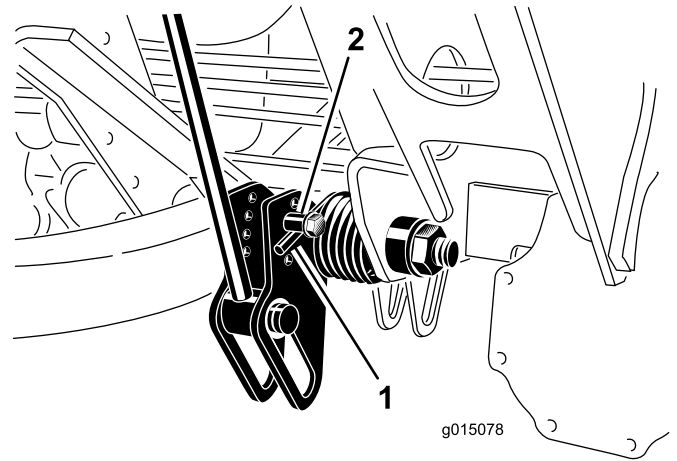

図 39
2. 調整作業の最中に、スプリングのテンションが掛からないようにするため、スプリングの長い方の端にパイプなどを通してスプリングの力を殺しておく（図 39）。
3. スプリングのテンションをなくしたら、スプリングアクチュエータを固定しているボルトとロックナットを外す（図 39）。